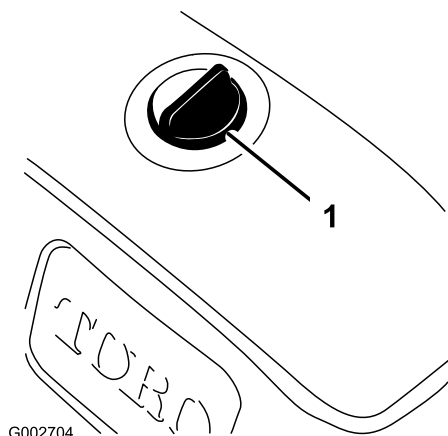

Figure 15
3. Nettoyez la surface autour du bouchon du réservoir d'huile hydraulique pour éviter que des impuretés ne pénètrent dans le réservoir (Figure 15).